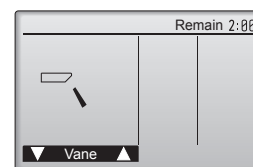

Fig. 7-4
- ② Tryck på [VÄLJ] så att skärmbilden Bladfunktion visas, och tryck sedan på [F1] och [F2] för att kontrollera den automatiska fläktbladfunktionen. (Fig. 7-4)